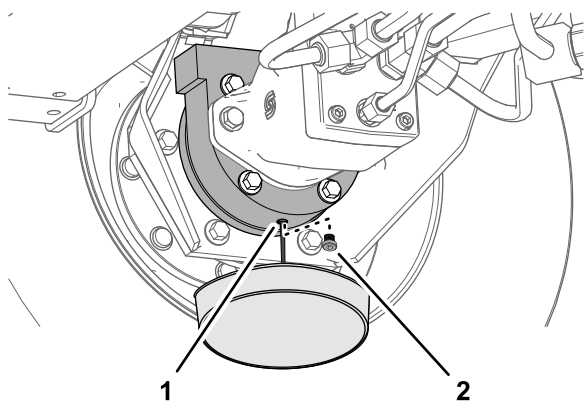

Figura 102
- Coloque un recipiente debajo del alojamiento del freno, retire el tapón de vaciado y deje que se drene el aceite totalmente (Figura 102).